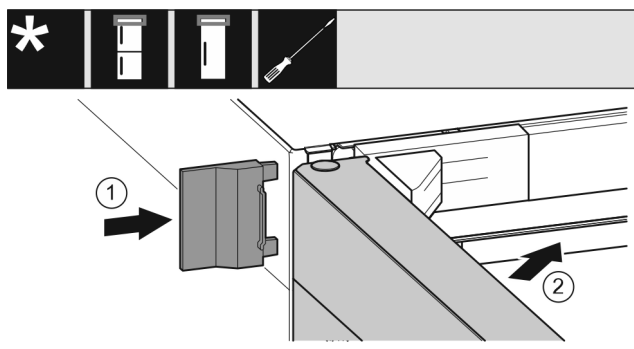

Fig. 23
- Buitenste afdekking Fig. 23 (1) erop schuiven.
- Bovenste deur Fig. 23 (2) sluiten.